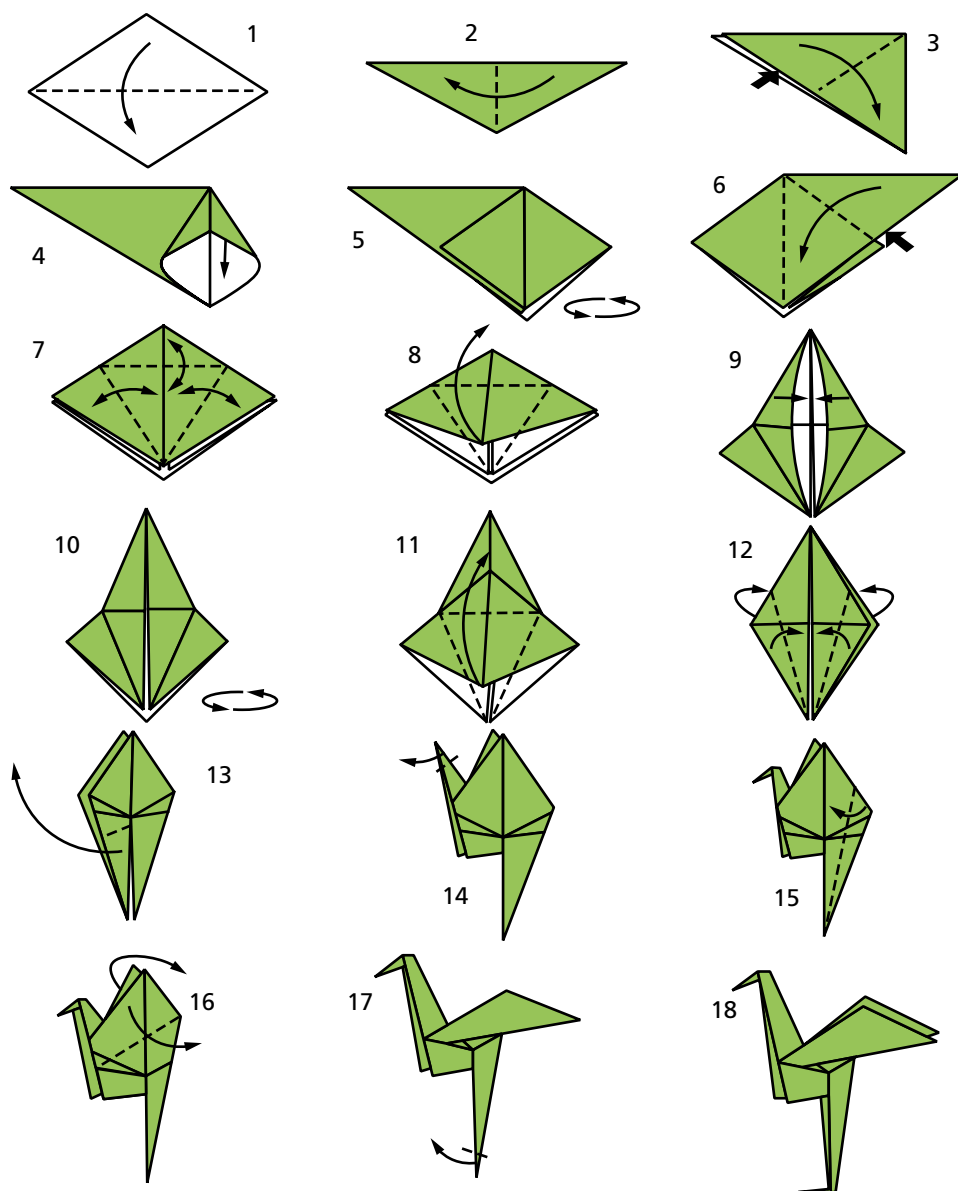

Fig. 7.25 Garza
7. Pasos para confeccionar una garza (fig. 7.25).